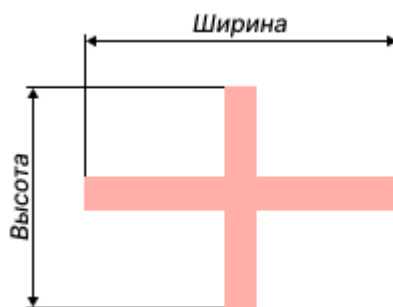

Рис. 178 Параметры апертуры
- Ширина – значение может быть задано в диапазоне 0,01 – 100 мм с шагом 0,1 мм, см. Рис. 178.